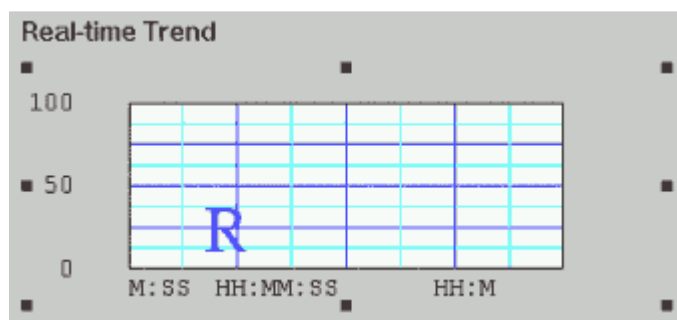

Рис.4.1.4. Объект "тренд реального времени".
- отпустить кнопку мыши, что вызовет появление тренда реального времени в окне (рис.4.1.4).